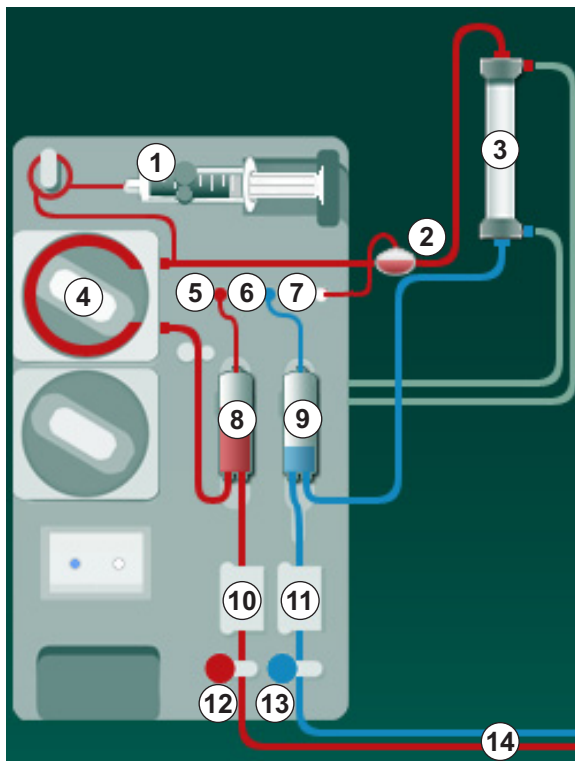

Fig. 3-2 Modalità di funzionamento - Ago Singolo Cross Over
Quando la clamp della linea venosa (Fig. 3-2 Modalità di funzionamento - Ago Singolo Cross Over (35) ⑬) è chiusa e quella della linea arteriosa ⑫ è aperta, la pompa sangue ④ invia il sangue dal paziente alla camera venosa ⑨ attraverso il dializzatore ③. La pressione nella camera venosa ⑨ viene monitorata tramite il sensore di pressione venosa ⑥. Non appena raggiunta la pressione superiore di commutazione preimpostata, la pompa sangue ④ viene disattivata e la clamp della linea venosa ⑬ si apre. A causa della pressione presente nella camera venosa ⑨, il sangue ritorna al paziente attraverso il dializzatore ③ fino a quando non viene raggiunta la pressione inferiore di commutazione. Una volta raggiunta la pressione inferiore di commutazione nella camera venosa ⑨, o scaduto il tempo preimpostato per il flusso di ritorno, la clamp della linea venosa ⑬ si chiude. Poco dopo la clamp della linea arteriosa ⑫ si apre. La pompa sangue ④ viene attivata e il processo riprende con il prelievo del sangue dal paziente.